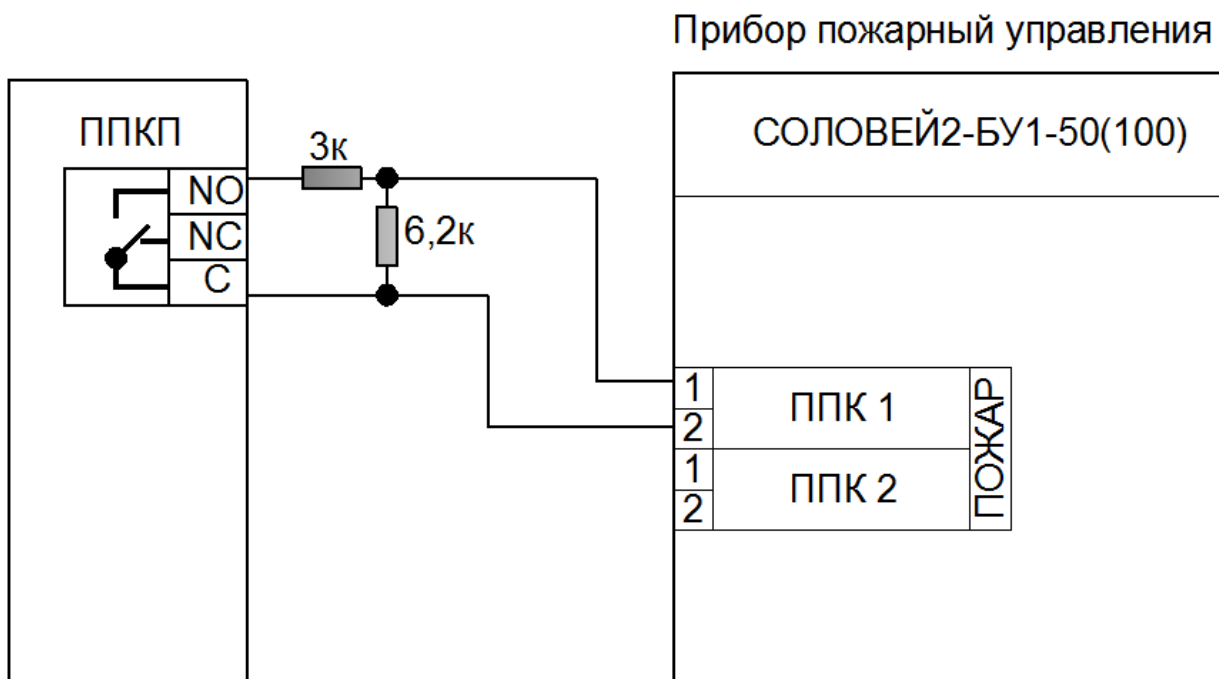

Рис. 3
Для подключения к блоку СОЛОВЕЙ2-БУ1-50(100) необходимо использовать только релейный выход типа «Сухой контакт» с нормально-разомкнутыми контактами, схема на рис. 3.